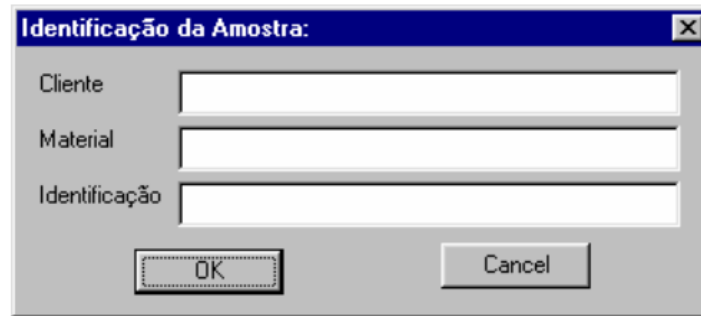

Figura 3 – Janela de identificação da amostra
- IX. Preencher a janela de identificação da amostra (Figura 3);